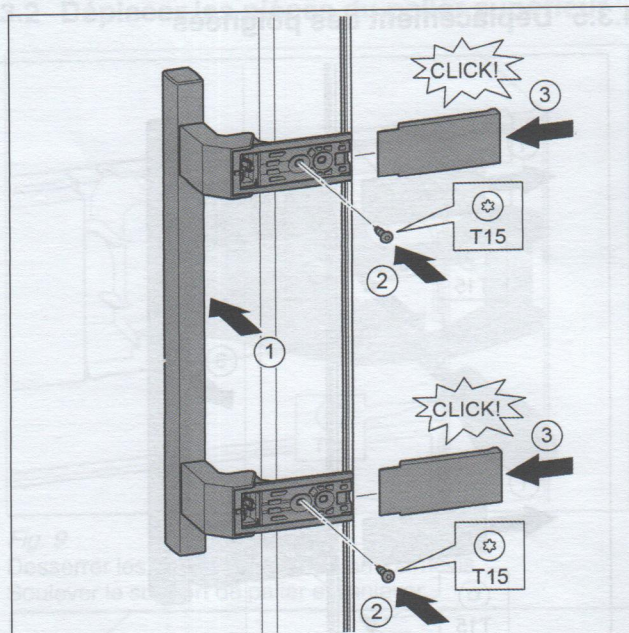

Fig. 16
- Poser la poignée sur le côté opposé. Fig. 16 (1)
- Serrer les vis avec un tournevis T15. Fig. 16 (2)
- Mettre en place les caches latéralement et les enfiler. Fig. 16 (3)